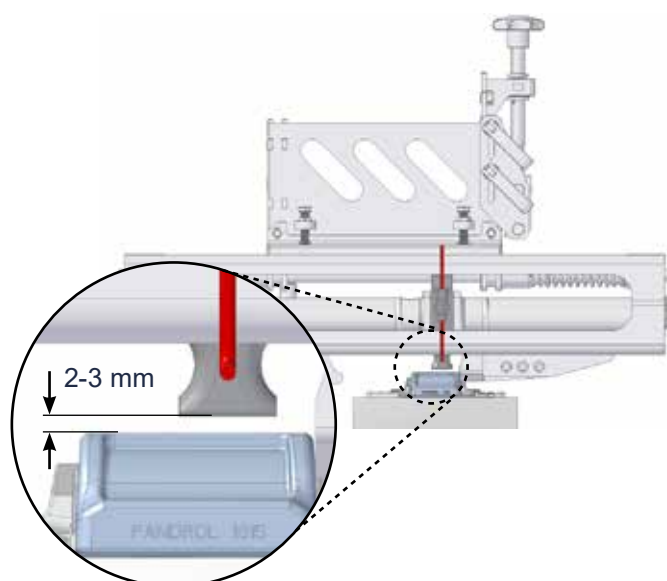

Fig 97.
5. Finjustera höjden på arbetshuvudet genom att skruva på ratten (2). Korrekt justerat ska dubbelkroken vara 2-3 mm ovanför skuldran Fig 97.
2. Sätt maskinen i manuellt läge genom att trycka på knappen (2).
3. Kontrollera att indikatorn (1), Fig 97 är i "Installation mode".
4. Sätt verktyget till befästningsläge "Inst" genom att trycka på knappen (1).
6. Aktivera dödmansgreppet (7)
7. Tryck och håll knappen (5) för att befästa. Tryck sedan på knappen (6) för att dra tillbaka befästningsarmarna.
9. Ställ maskinen i Auto-läge genom att trycka på knappen (2) på manöverpanelen.
10. Förflytta maskinen till nästa slipers och initiera befästningscykeln genom att trycka på knappen (5). Befästningskroken kommer nu att återgå automatiskt.